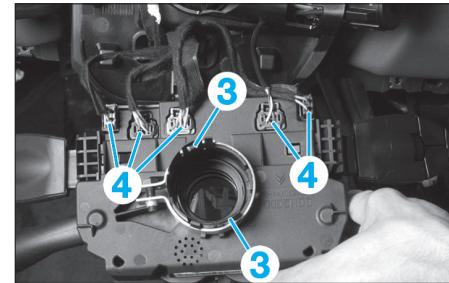

Fig. 5
- Déclipser les 2 languettes (3) du contacteur tournant et tirer sur celui-ci pour le dégager (Fig.5).
- Débrancher les connecteurs (4) et déposer le contacteur tournant (Fig.5).